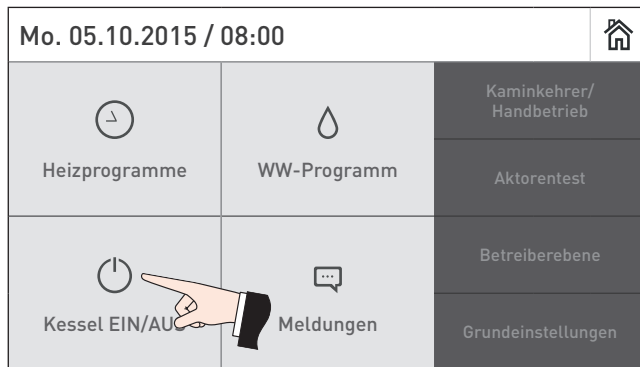

Fig. 3 BioWIN 2 Plus ausschalten
► Vor dem Öffnen der Verkleidungstür Heizkessel unbedingt vorher mit der **EIN/AUS-Taste** (siehe Fig. 3) ausschalten und auskühlen lassen (keine Anzeige am Display).